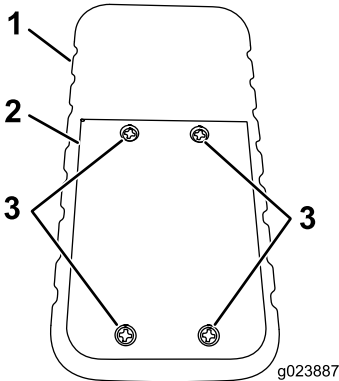

Figura 57
1. Afloje los cuatro tornillos que sujetan la tapa de las baterías (Figura 57).